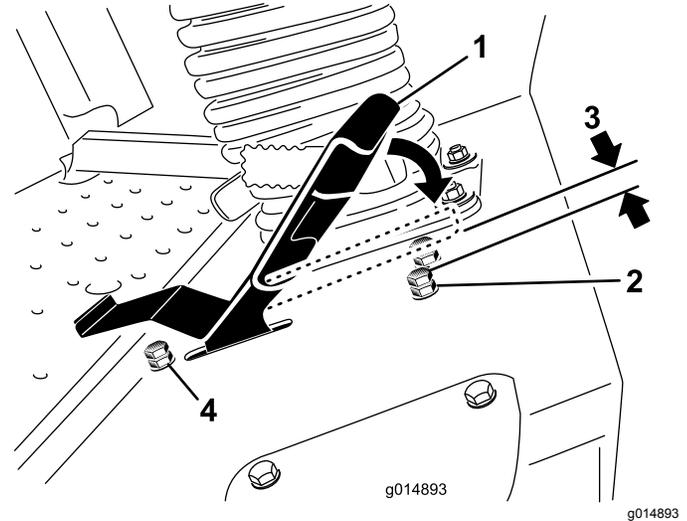

Figura 50
3. Solte a porca de bloqueio no parafuso de paragem do pedal de tração (Figura 50).